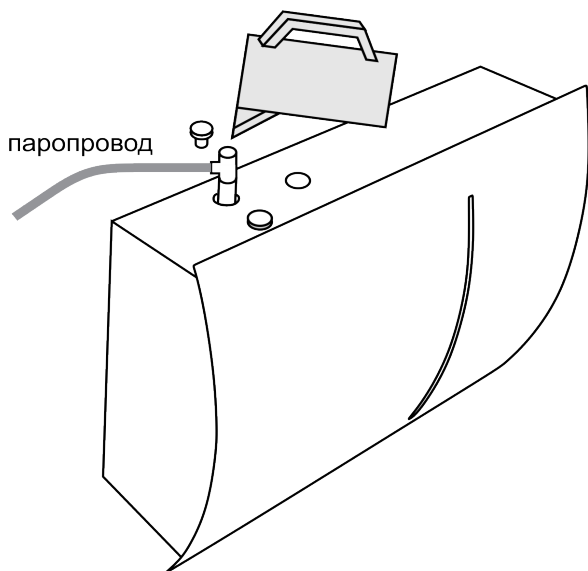

Рис. 15. Схема подачи средства против накипи
1. Открутите гайку на трехстороннем подключении к парогенератору (рис.15).